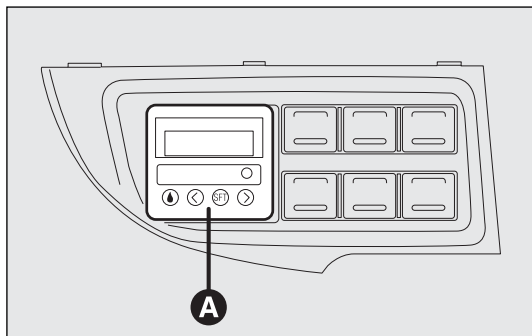

fig. 61
- een digitale timer A-fig. 61 voor het handmatig inschakelen van de verwarming of om het inschakeltijdsp te programmeren.